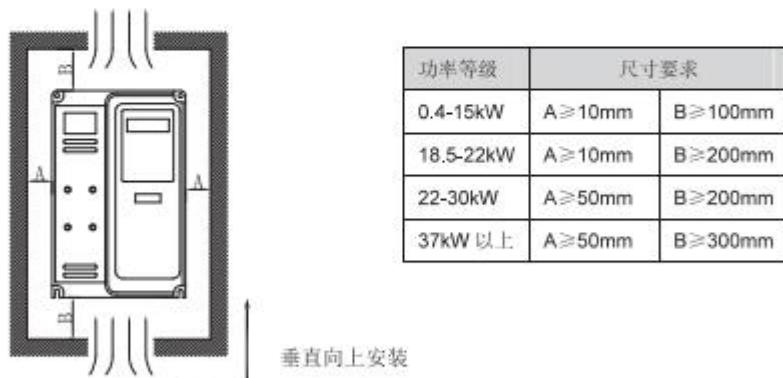

图 3-1 ASB581 变频器各功率等级安装空间要求
- 1) 安装空间要求如图 3-1 所示，需保证变频器有足够的散热空间。预留空间时请考虑柜内其它器件的散热情况。